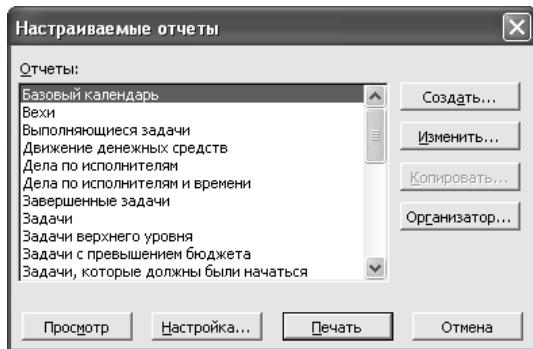

Рис. 44. Вибір типу звіту
2. У вікні **Звіти** виберіть що **Налаштовуються** і натисніть на кнопку **Вибрati**. З'явиться вікно звіту, що **Налаштовуються** (рис. 44).